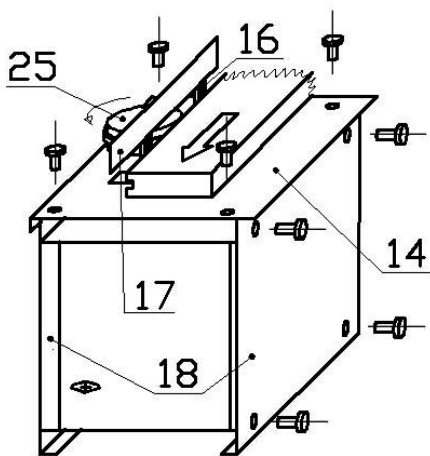

Рис. 11
Для приведения станка в вертикально-фрезерное положение на станок снизу и сверху устанавливаются дополнительные основания корпуса (18) и станок устанавливается на левый бок (Рис.11).
- Снять с пыльного стола (14) стойку с козырьком (15). Установить и закрепить фрезу (25), регулируя ее положение шайбами и втулками;
- Установить защиту пилы (24) и пыльный стол (14), закрепить их винтами;
- Установить на пыльный стол (14) направляющую линейку (17) с регулировочными уголками (16) и производить обработку, прижимая деталь к столу вдоль линейки.
4.6. Фрезерование вертикальное. (Рис.11). (все модификации Ф)
- (Рис.11): Установить на станок снизу и сверху основания корпуса (18) (при наличии кронштейнов пыльного стола (33) верхнее основание установить на них);
- Наложить пыльный стол (14) на станок и закрепить его винтами;
- Установить фрезу (25), регулируя ее положение шайбами и втулками под фрезой или столом (14), и надежно закрепить ее;
- Установить направляющую линейку (17) с регулировочными уголками (16) на нужные размеры;
- Производить фрезерование, подавая материал с задней части станка, вдоль направляющей линейки (17).